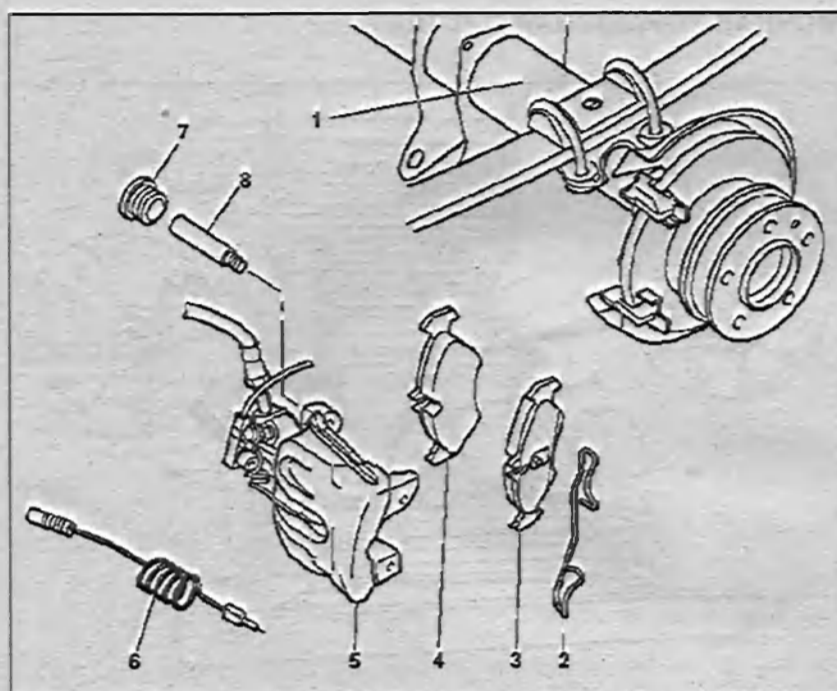

Рис. 8.14. Тормозные колодки заднего тормозного механизма:
3. Снимите тормозные колодки 3 и 4 (рис. 8.14). Для этого отсоедините провод индикатора износа 6 (рис. 8.15), отсоедините и снимите фикса-